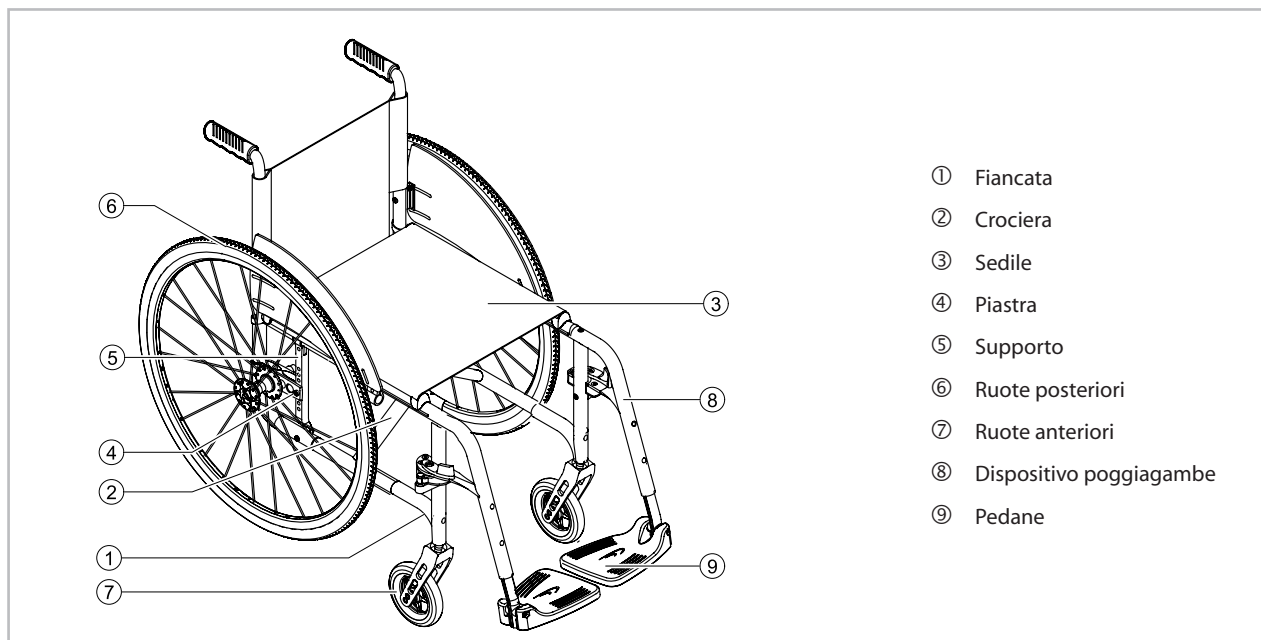

Figura 1
La struttura della carrozzina é costituita da due fiancate ①, unite da una crociera ②. La crociera, a cui é fissato il copri-sedile ③, consente di piegare la carrozzina. Le ruote posteriori ⑥ sono fissate alla fiancata tramite piastre di regolazione ④ con relativo supporto ⑤. Le ruote anteriori ⑦ così come il dispositivo poggiambracci con rotazione antero-posteriore ⑧ e le pedane ⑨ sono attaccati sul davanti della fiancata (vedi figura 1)